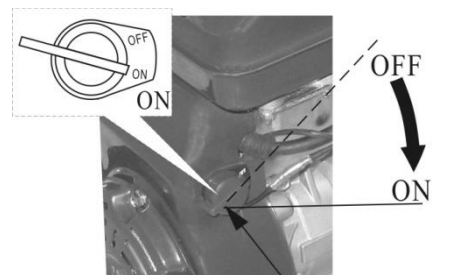

Рис.8
4. Запустите двигатель (Рис. 8).